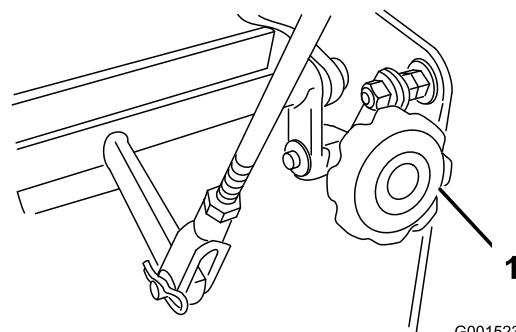

Bild 38
4. Wenn die Maschine zu einer Seite spurt, drehen Sie das Schnellspur-Handrad. Drehen Sie das Handrad nach rechts, um nach rechts zu lenken, drehen Sie das Handrad nach links, um nach links zu lenken (Bild 38).